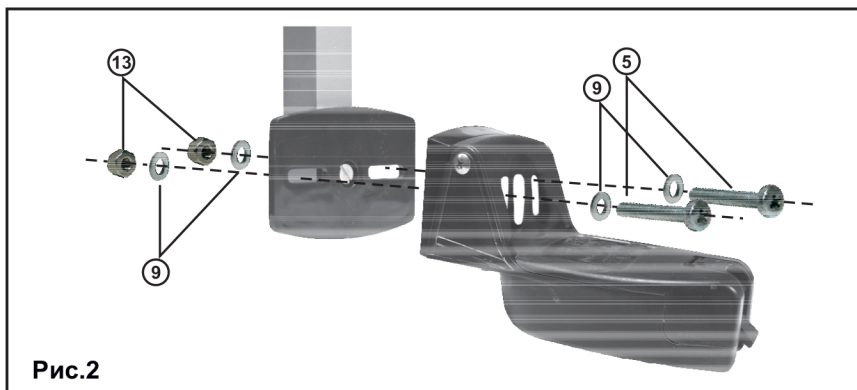

Рис.2
2. Датчик эхолота крепится с помощью **пластиковой насадки (3)** (рис.2). При этом используется пластиковый кронштейн в виде площадки, который поставляется в комплекте с датчиком эхолота.
Конструкции большинства моделей датчиков позволяют использовать как первый, так и второй способ установки. Однако существуют датчики специфической конструкции, которые могут быть установлены только с помощью пластиковой насадки (3). Такие датчики устанавливаются в сборе (с использованием крепежных элементов, поставляемых с датчиком эхолота), посредством крепления пластикового кронштейна-площадки к пластиковой насадке (3) двумя винтами (5) (рис.2).
В некоторых случаях, при установке датчика с помощью боковых пазов (рис. 2) может помешать винт крепления насадки к перемещаемой трубке. В этих случаях можно закрепить датчик, используя центральное резьбовое отверстие в перемещаемой трубке и один из боковых пазов насадки, с помощью подходящих для этого винтов.